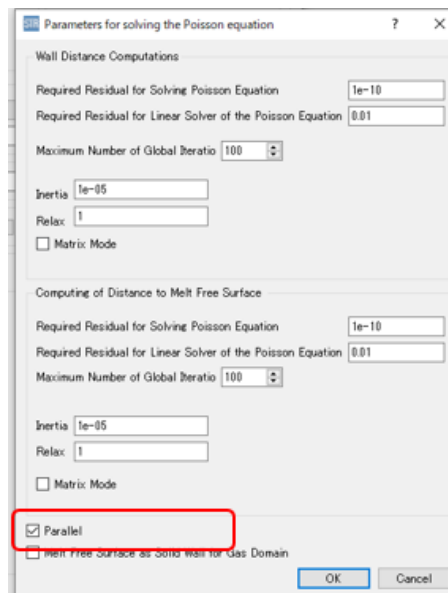

図 11. 乱流モデルに関する設定画面（壁距離、融液自由表面距離に関する設定）
- ポアソン方程式による壁距離と融液自由表面距離の並列計算 (図11)